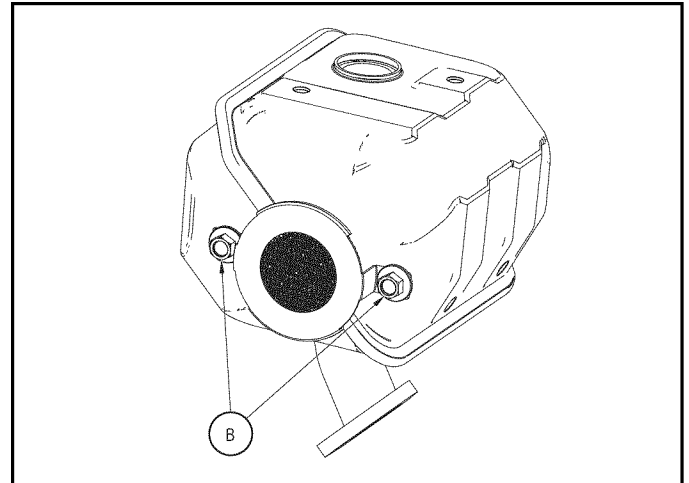

Figure 6-11. Enlever le pare-étincelles
2. Retirez le pare-étincelles du silencieux en desserrant les deux (2) boulons (B) (Figure 6-11).